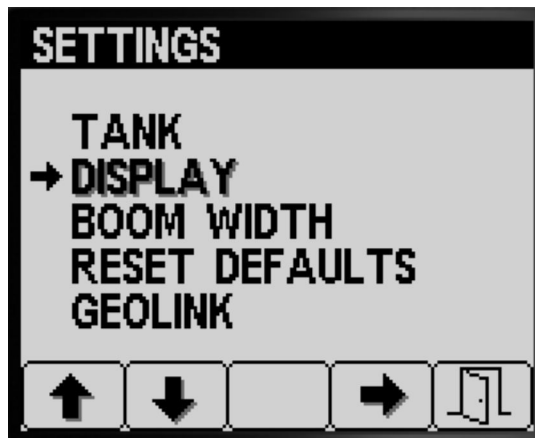

Figura 16
1. Apăsai butonul 1 sau 2 pentru a naviga la opțiunea DISPLAY (afiaj) (Figura 16).
2. Apăsai butonul 4 pentru a selecta submeniul DISPLAY (afiaj) (Figura 16).